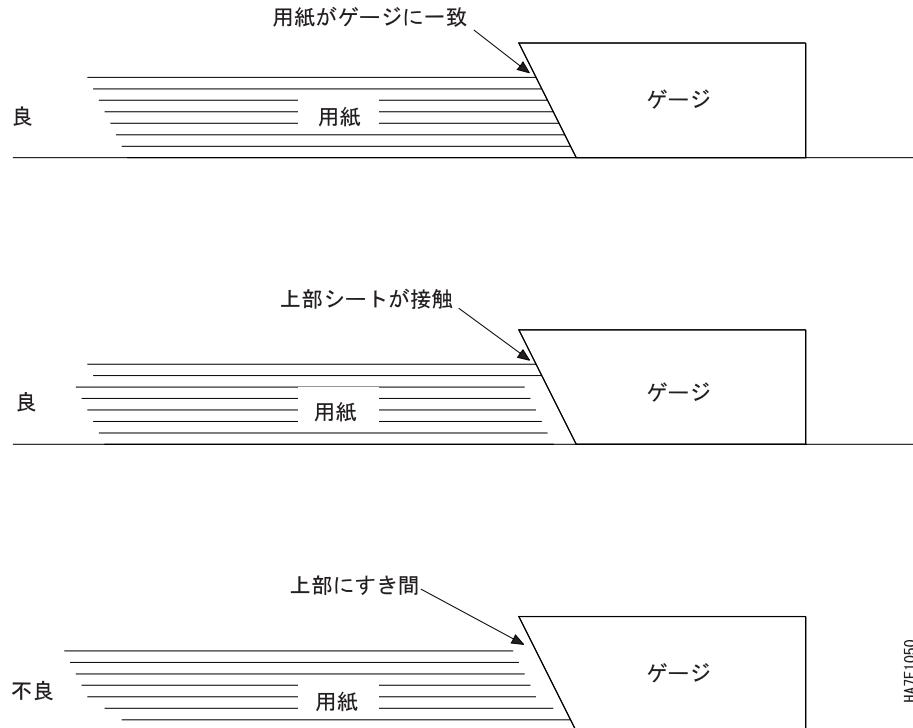

図5. 包装した用紙のスタック傾斜テスト
3. 折り畳みを押し付けないように、戻したスタックを平たんな面に置きます (10ページの図5を参照してください)。
5. 一方に最も傾斜している部分を選択し指で押して紙の間の空気を抜きます。ゲージ (PN 4792992、IBM が提供) を用いて 10ページの図5 で示すように、スタック傾斜をテストします。